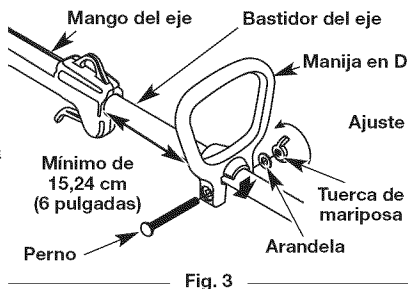

Fig. 3
- Empuje la manija D hacia abajo sobre el bastidor del eje (Fig. 3). El agujero del perno hexagonal en la manija debe quedar en el lado izquierdo.